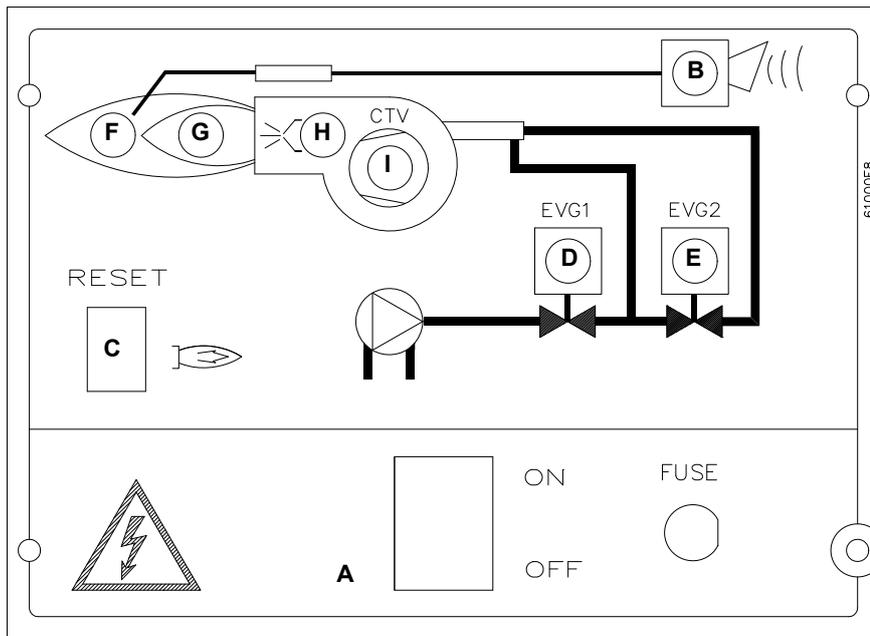

Fig. 9
- 3 avviare il bruciatore tramite l'interruttore sul pannello di controllo (commutare a **ON** - Fig. 9) e la serie di termostati/presostati;
- 5 Accendere il bruciatore portando a ON l'interruttore principale **A** del bruciatore (Fig. 9): in caso di blocco (segnalato dal LED **B** del quadro di controllo) premere il pulsante RESET (**C**) presente sul quadro del bruciatore (Fig. 9) - vedi "FUNZIONAMENTO" a pagina 23;